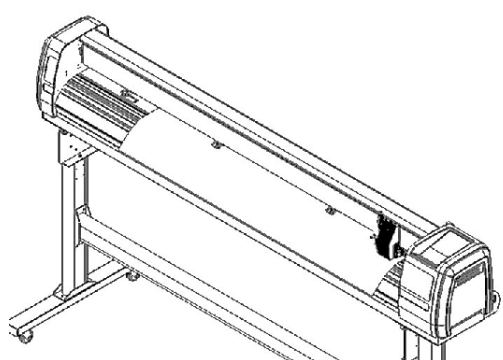

图 4-15
3. 抬起所有压纸轮，将介质平放在切割平台上，并将介质前端固定好（图 4-15）。